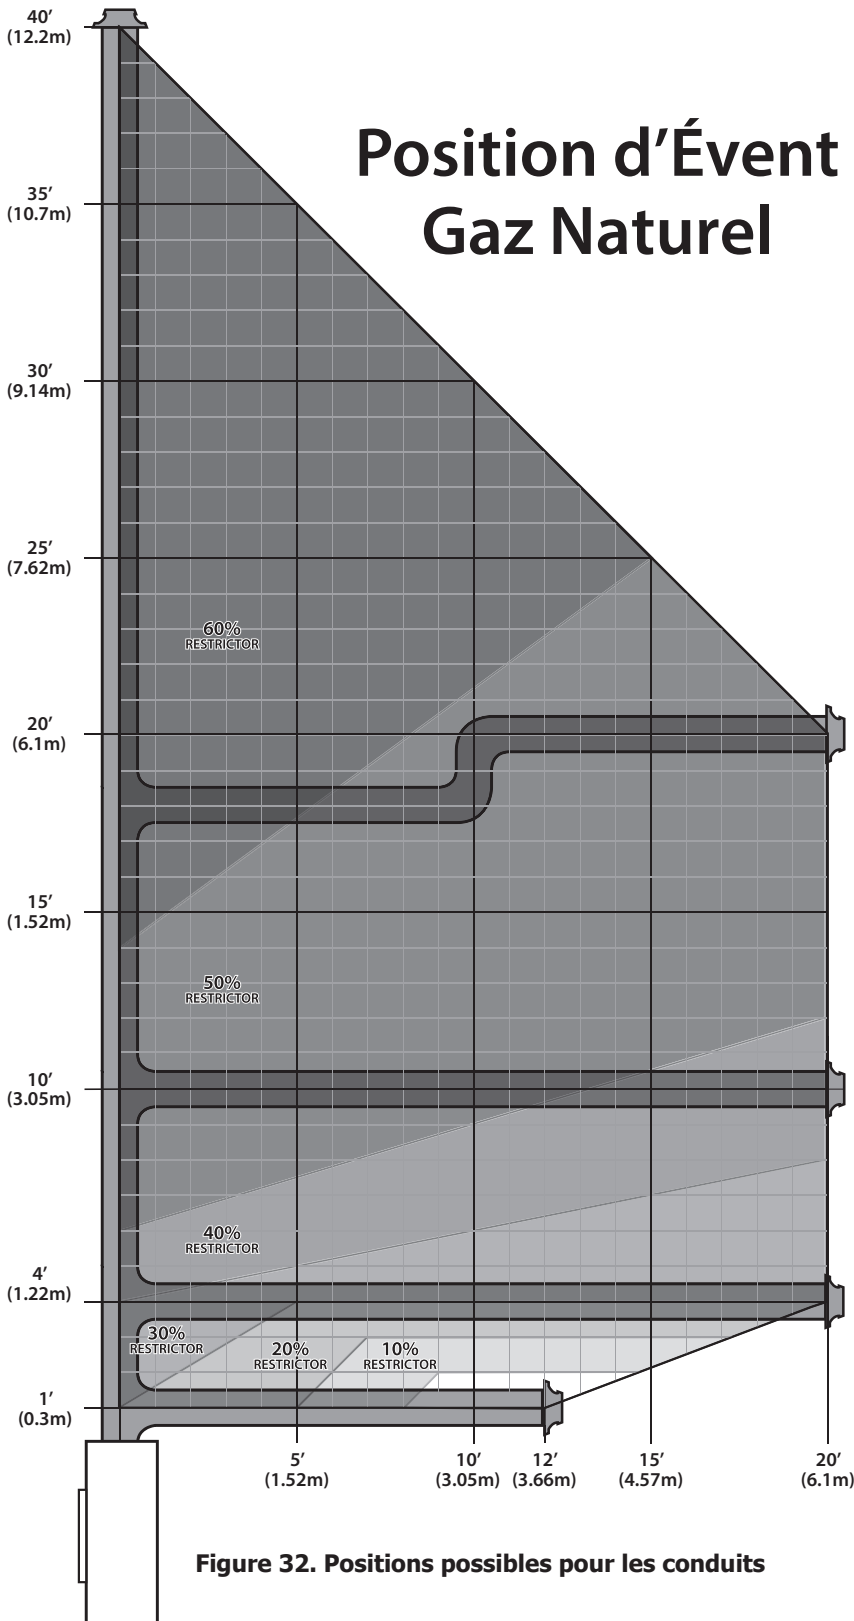

Figure 32. Positions possibles pour les conduits
La figure 32 montre la gamme d'options pour la configuration des conduits d'évacuation en utilisant soit des terminaisons horizontales, soit des terminaisons verticales ; toute configuration qui demeure dans la zone ombragée est acceptable. Avoir le moins de coudes possible est idéal car ils peuvent déranger le mouvement de l'air. La longueur totale de conduits horizontaux ne doit pas excéder 20 pi (6.1 m) et la longueur totale des conduits ne doit pas excéder 40 pi (12.2 m). Toute combinaison d'élévation et de longueur peut être utilisée à moins qu'elle tombe dans la zone ombragée (un total de trois (3) coudes de 90° ou six (6) coudes de 45° peuvent être utilisés). De plus, si un coude de 90° est utilisé à l'horizontal, 3 pi doivent être soustrait de la longueur totale (pour chaque coude de 45°, 1 1/2 pi (45.7 cm) doivent être soustrait.)
Lors de l'installation du C34, il peut être nécessaire d'ajouter un restricteur dans la boîte à combustion pour contrôler la combustion et l'apparence de la flamme. Le kit de réducteur d'échappement est inclus dans le sac de manuel, pour installer le restricteur d'échappement la porte de sécurité et porte en verre doivent être retirés, voir le chapitre Entretien et Réparation. Il existe six différentes tailles de restricteur, assurez-vous que vous installez la bonne taille. Voir Figure 32 et 33 pour les configurations d'évent et la restricteur correspondant. Il est cruciale d'installée la correcte restricteur pour un poêle efficace et flamme de bonne apparence. .